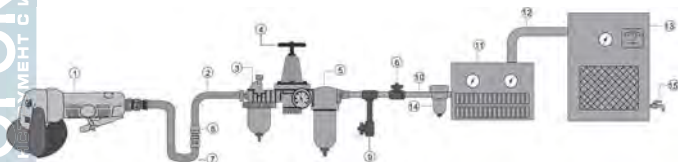

Рисунок 4 – Пневматическая схема подключения
4. Производите очистку воздушного фильтра каждую неделю. Рекомендованная схема подключения приведена на рис. 4).